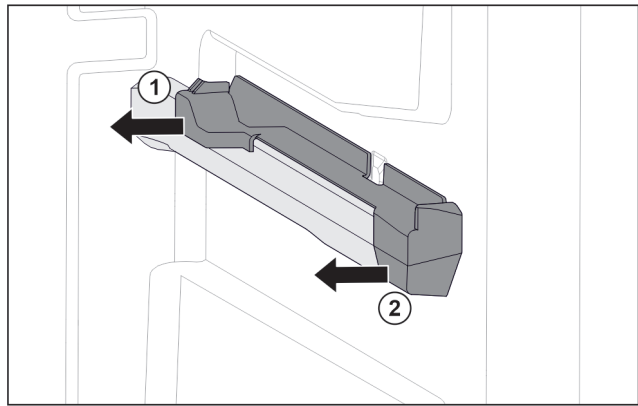

Fig. 75 Sağ hazne tutma çıkıntısı üzerindeki geçmeli parça
- ▶ Geçmeli parçayı arkadan kenara çekin. *Fig. 75 (1)*
- ▶ Geçmeli parçayı önden kenara çekin. *Fig. 75 (2)*